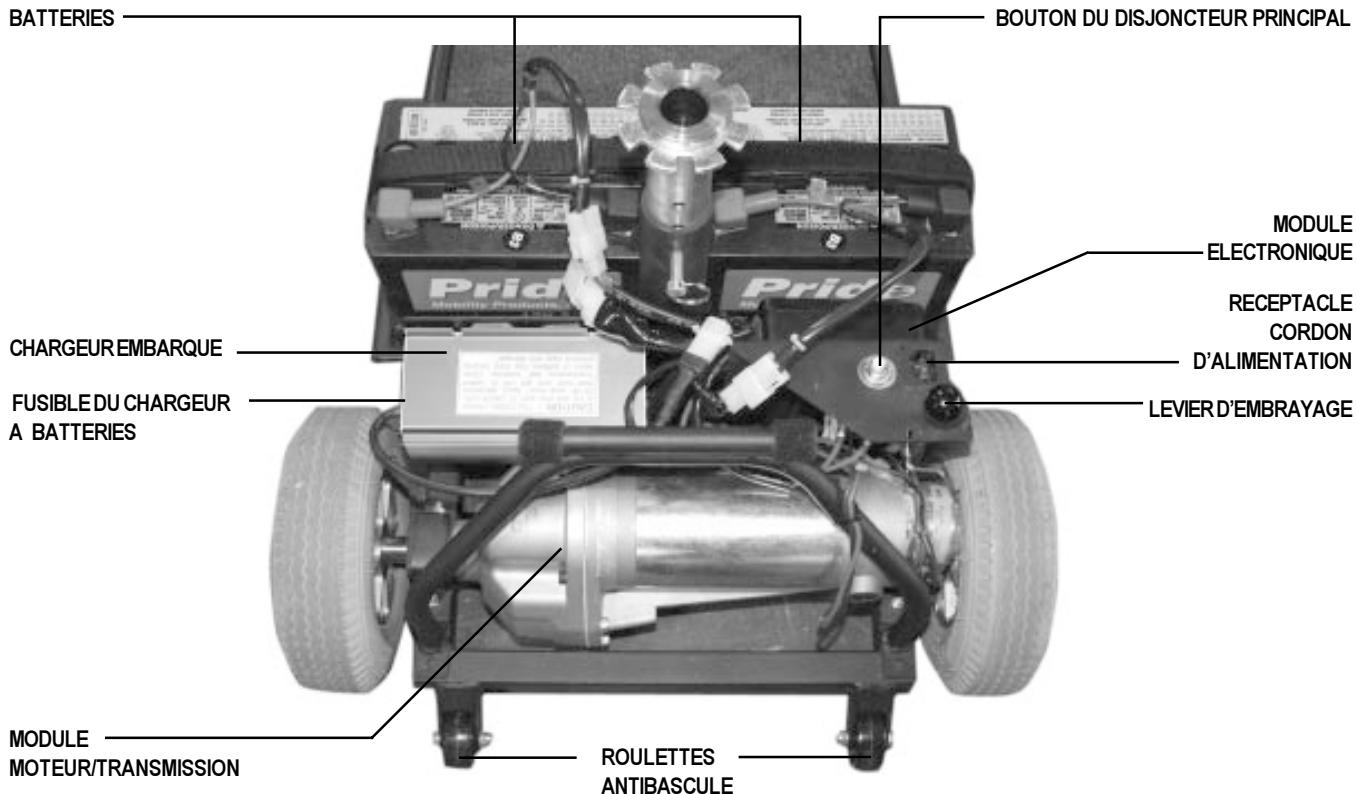

Figure 7. Section arrière
La section arrière de votre scooter abrite le contrôleur électronique, les batteries, le chargeur à batteries, le fusible du chargeur, le réceptacle du cordon d'alimentation, le disjoncteur principal, le module moteur/transmission et le levier d'embrayage. Voir la section IX. "Montage et Démontage" pour les instructions d'enlèvement du capot. Les roulettes antibascule sont les éléments les plus arrières de cette section. Voir la figure 7.
- Le cordon d'alimentation se branche dans un réceptacle situé dans la section arrière du scooter, près du disjoncteur principal et du levier d'embrayage. Voir figure 7.
- Le disjoncteur principal est monté dans la section arrière près du levier d'embrayage. Voir la figure 7.
- La manette d'embrayage est située sur l'extrémité droite du moteur dans la section arrière du scooter et traverse le capot. Voir la figure 7.
Le module moteur/essieu est composé du moteur et d'un essieu scellé à la transmission et au différentiel. Ce module a été conçu pour fonctionner silencieusement, fournir une puissance maximale et une durée de vie allongée. Voir la figure 7.
Les roulettes antibascules sont une composante de sécurité importante de votre scooter. Ne jamais, sous aucune considération, enlever les roulettes antibascules de votre scooter. Voir la figure 7.